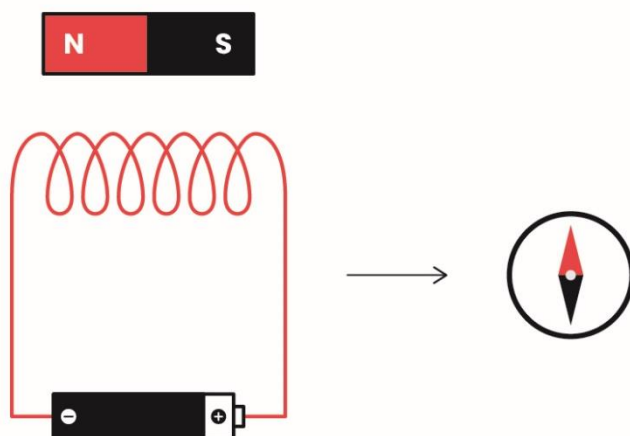

Fig. 1. Alinhamento do eletro-íman e do íman em relação à bússola durante a demonstração.
2. Posicione o eletro-ímã em relação à agulha da bússola perpendicularmente um ao outro (Fig. 1) e espaçados, por exemplo, de 20 cm